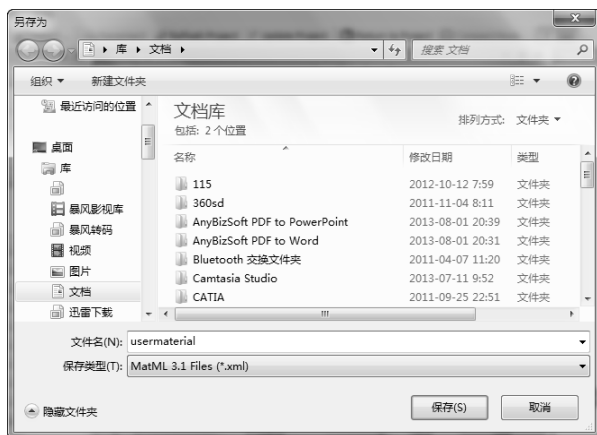

图 3-15 【另存为】对话框
3) 输入完成后系统自动弹出【另存为】对话框，选择合适路径和文件名后单击【保存】按钮保存数据库，如图 3-15 所示。